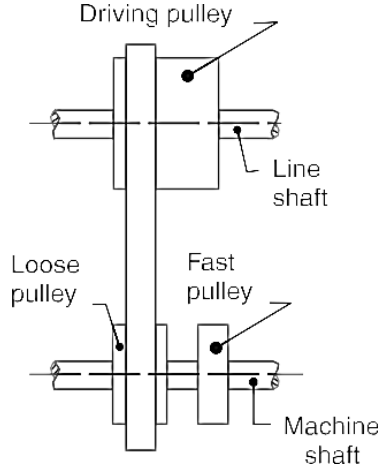

Figure 4.8
7. **वेगवान (Fast) आणि सैल (Loose) पुली ड्राइव्ह:** Figure 4.8 मध्ये दाखवल्याप्रमाणे जलद आणि सैल पुली ड्राइव्हचा वापर केला जातो, जेव्हा ड्रायव्हिंग शाफ्टमध्ये हस्तक्षेप न करता चालवलेला किंवा मशीन शाफ्ट सुरू किंवा थांबवायचा असतो. मशीन शाफ्टला चावी लावलेल्या पुलीला फास्ट पुली म्हणतात आणि मशीन शाफ्टच्या वेगाने चालते. एक सैल पुली मशीनच्या शाफ्टवर मुक्तपणे चालते आणि